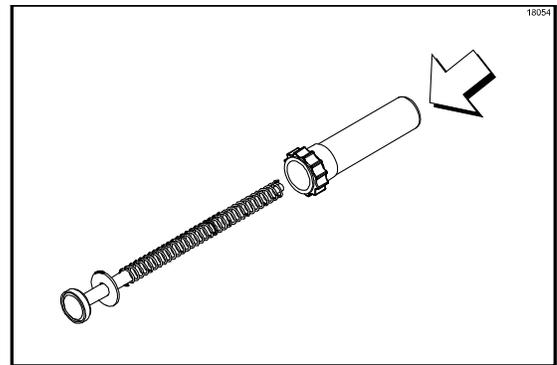

図91
6. プランジャーアセンブリーにプランジャーチューブ(インサートとナットで組立)の大きい方の開口部を差し込みます(図91を参照)。